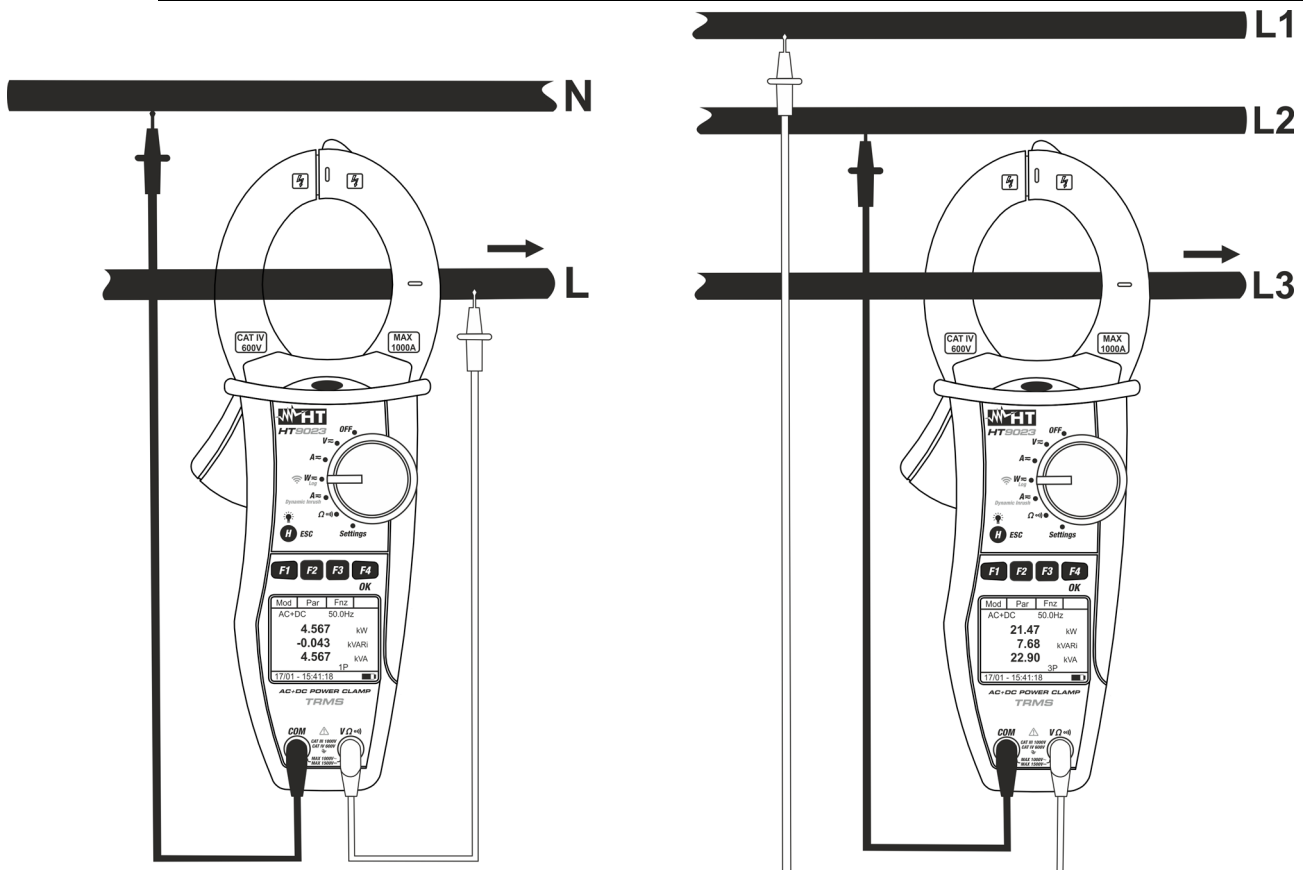

Fig. 13: Medida de potencias CA/CA+CC en sistemas Monofásicos y Trifásico equilibrado
- Inserte el cable rojo en el terminal de entrada **V Ω**) y el cable negro en el terminal de entrada **COM** y realice las conexiones del instrumento como indicado en Fig. 13 en función del tipo de medida. Inserte el cable en el interior del toroidal respetando la dirección de la corriente indicada por la flecha en el centro del mismo a fin de obtener medidas precisas. Utilice las marcas presentes como referencia (vea Fig. 2)
- El valor de las potencias CA (activa, reactiva y aparente) se muestra en el visualizador. El instrumento permite valorar también la eventual presencia de componentes de continua superpuestos sobre una forma de onda alterna genérica (CA+CC). Esto puede ser de utilidad en la medida de las señales de impulso típicas de cargas no lineales (ej.: soldadores, hornos eléctricos, etc...) Pulse la tecla **F2 (Par)**, seleccione con la misma tecla la opción "**PF-DPF**" para la lectura de los valores de factor de potencia (PF) y Cosphi (DPF) confirme con **F4 (OK)**. La siguiente pantalla se muestra en el visualizador